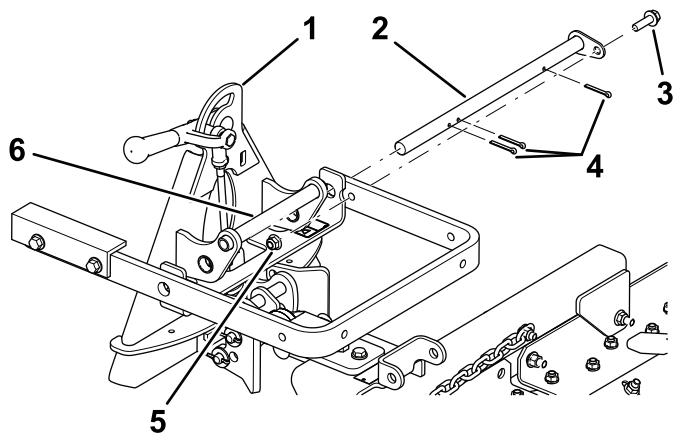

图 5
- 使用 3 个开口销、1 个螺栓 $\frac{3}{8}$ x $1\frac{1}{4}$ 英寸和 1 个锁紧螺母 $\frac{3}{8}$ 英寸固定枢轴杆图 5。